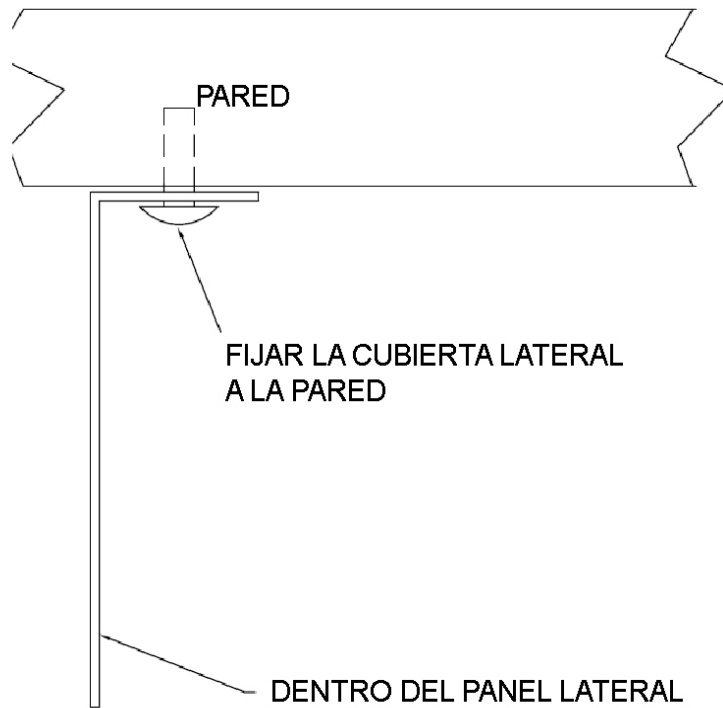

Figura 14C
3. Ajuste a presión el panel en su lugar hasta que la cara de la cubierta encaje bien en la cara de la campana. Fije con tornillos o remaches ciegos la cubierta al perfil lateral y la pared. **Vea la figura 14C: Detalle de Cubierta y Accesorio de Fijación a la Pared Trasera.**